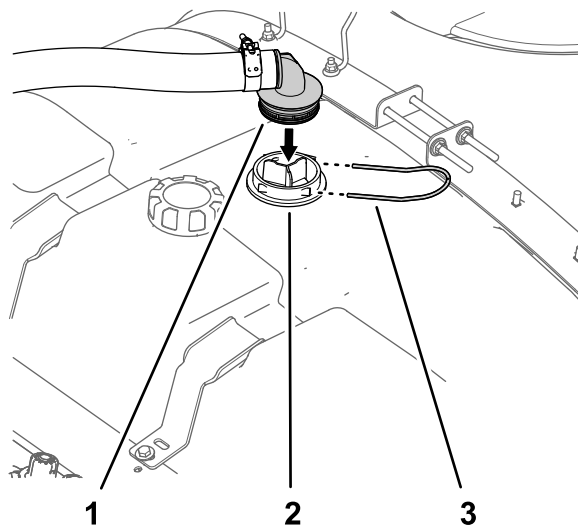

図 2
1. 液剤タンク上部で、散布用給液ホースのバーブ付き90°フィッティングを吸い込みスクリーンのハウジングに固定しているリテーナを取り外して、バーブ付きフィッティングをハウジングから外す 図 2。
2. 吸い込みスクリーンのハウジングから、バーブ付き90°フィッティングを外す 図 2。